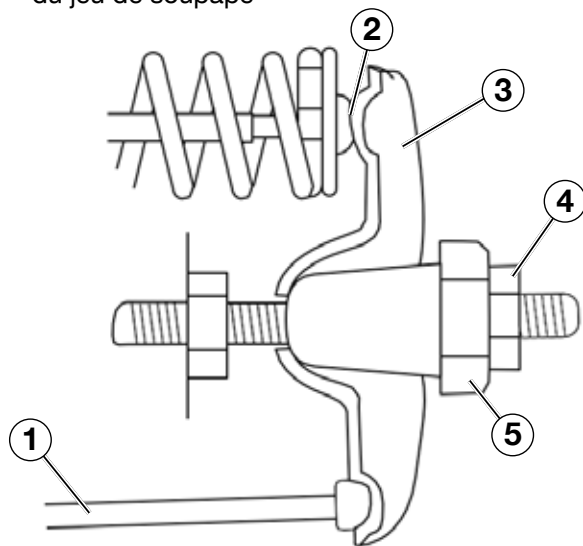

Figure 20
5. Insérez une jauge d'épaisseur entre le culbuteur et la tige de poussée et vérifiez le jeu (voir Figure 20). Voir le tableau ci-dessous pour les spécifications du jeu de soupape